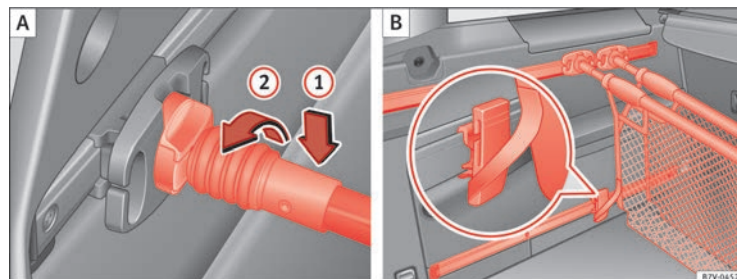

Fig. 97 Enganche la red para el equipaje ① y utilícela como bolsa ②.
Coloque por arriba la varilla de sujeción en el soporte para la red del equipaje ⇒ fig. 97 ① y gírela 90° hacia la izquierda ②. La marca roja de la varilla de sujeción no deberá verse ⇒ ⚠.